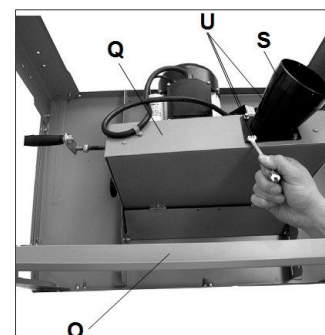

Рис. 6
С помощью 4 винтов (U) закрепите патрубок снизу под ящиком для сбора стружки (Q). Рис. 6.